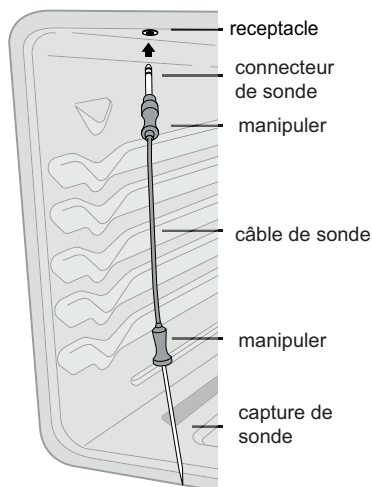

Figure 13 : Utilisation de la sonde
N'utilisez pas d'ustensiles de cuisine pour tirer sur le câble ou les poignées de la sonde. En tout temps, insérez et retirez la sonde à l'aide de ses poignées (voir Figure 13) et utilisez toujours des maniques pour vous protéger les mains contre les brûlures.
- 2. Branchez le connecteur de la sonde dans la prise située à l'intérieur du four (assurez-vous que le four est froid). La prise de la sonde est située dans le coin supérieur gauche de la paroi interne de la cavité du four (voir Figure 13).